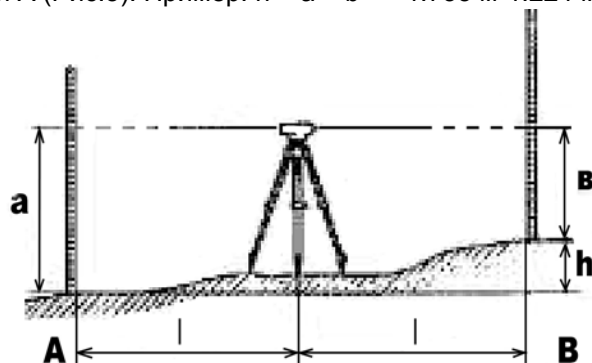

Рис. 5
4) Разность отсчетов а - b является превышением точки В относительно точки А (Рис.5). Пример: $h = a - b = 1.735 \text{ м} - 1.224 \text{ м} = 0.511 \text{ м}$